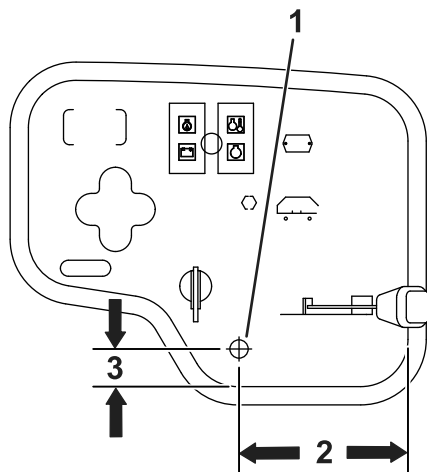

Figura 3
5. Servendovi delle dimensioni riportate in Figura 3, individuate, contrassegnate e praticate un foro con diametro di 13 mm nel quadro di comando.